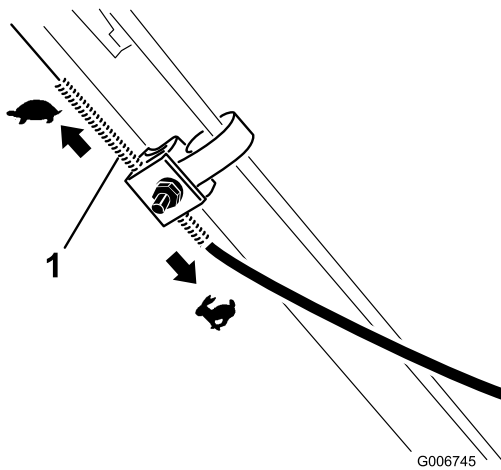

Figur 29
4. För kabelhöljet 5 mm uppåt (Figur 29).